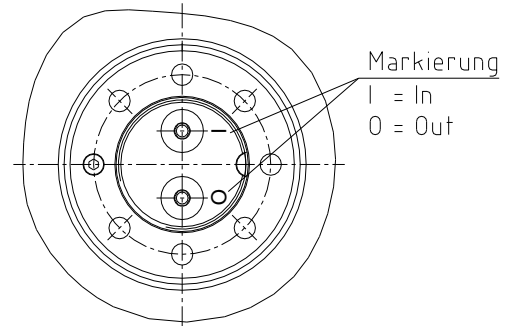

Bild 10: Druckanschlüsse
- Der Kolben (Bauteil 1) muss so weit wie möglich in den Arretierbolzen (Bauteil 4) eingefahren werden. Drücken Sie dazu den Kolben per Hand oder mittels Hydraulikdruck am Druckanschluss „I“ so tief wie möglich in den Arretierbolzen ein. Hierzu darf der Druckanschluss „O“ nicht verschlossen bzw. an ein Hydrauliksystem angeschlossen sein, der einen freien Druckabbau an „O“ verhindert (siehe Bild 10).